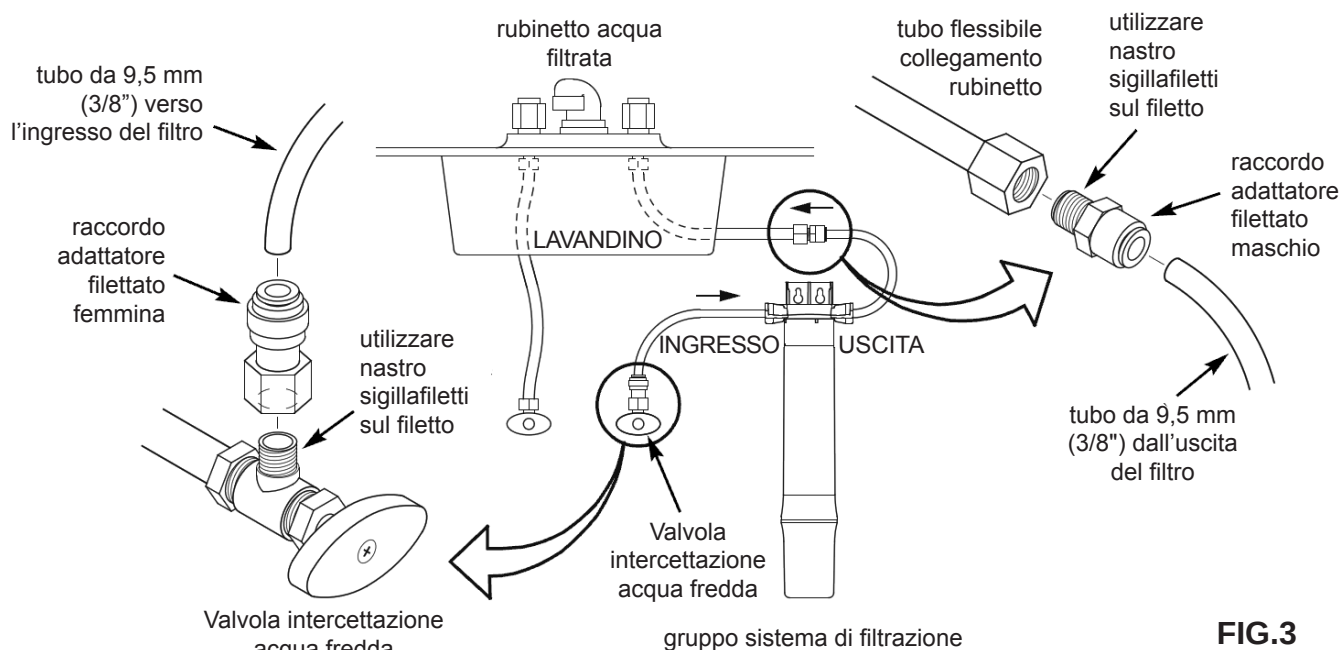

FIG.3
3. Prendere il raccordo adattatore filettato maschio fornito (vedi Fig.3) e, utilizzando del nastro sigillafiletti, inserirlo nel dado sulla linea di alimentazione verso il rubinetto che avete scollegato al punto 2.
4. Prendere il raccordo adattatore filettato femmina fornito (vedi Fig.3) e, utilizzando del nastro sigillafiletti, installarlo sul tubo di alimentazione dell'acqua fredda.